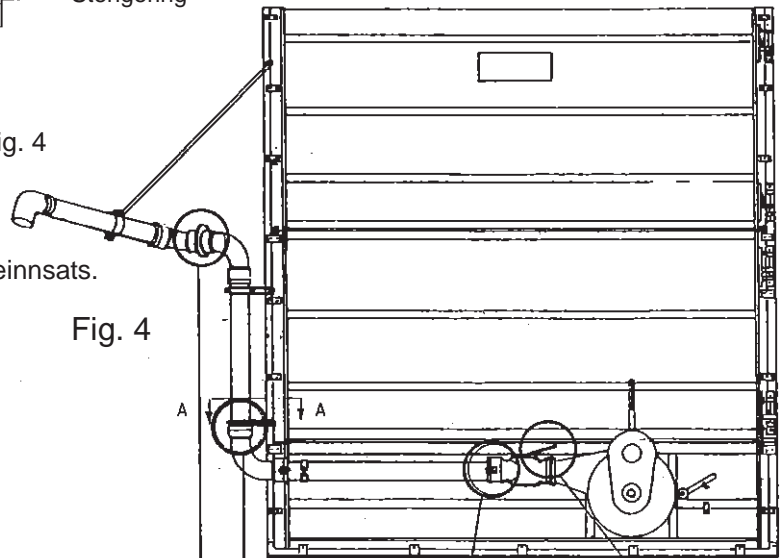

Fig. 4
5. Lasterør-systemet monteres som vist på fig. 4